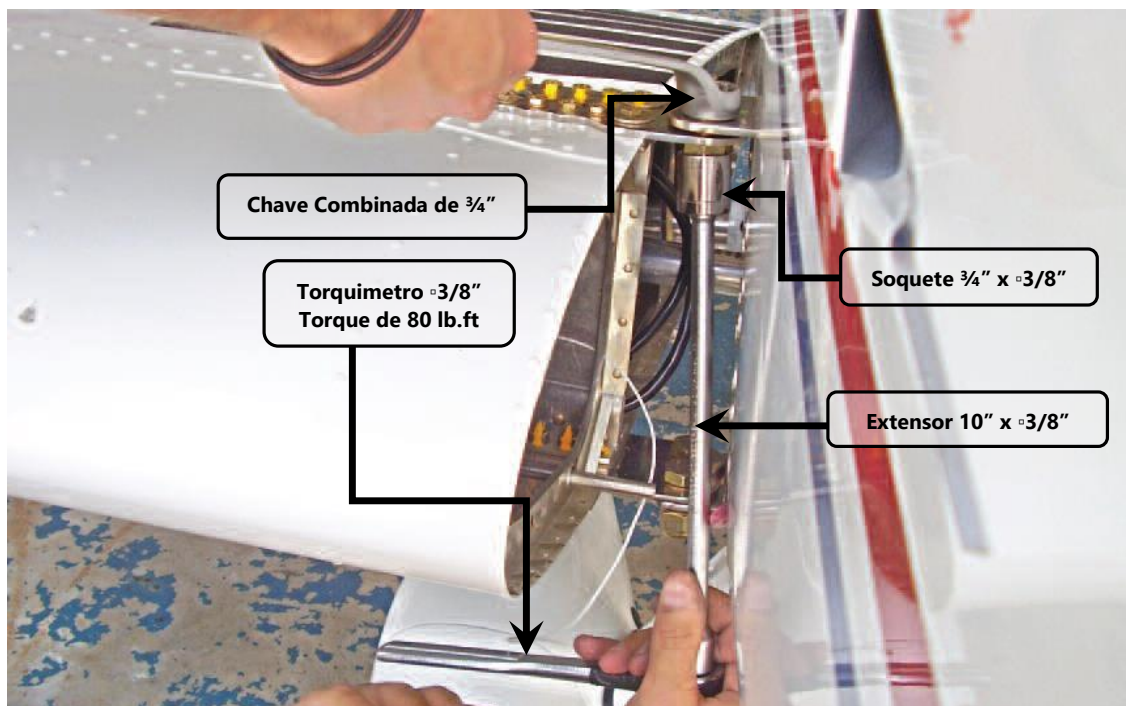

Figura 57.10.12 – Torqueamento das porcas.
9. Apertar as porcas NA365-820 com torquímetro (torque de 80 lb.ft), conforme tabela 57.00.1 – Valores de Torques Recomendados, ver figura 57.10.12.